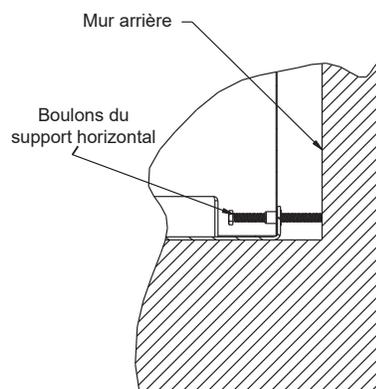

Figure 19.6
3. Enfoncez les boulons du support horizontal jusqu'à ce qu'ils atteignent la paroi arrière du foyer pour fixer en place (Figure 19.6).